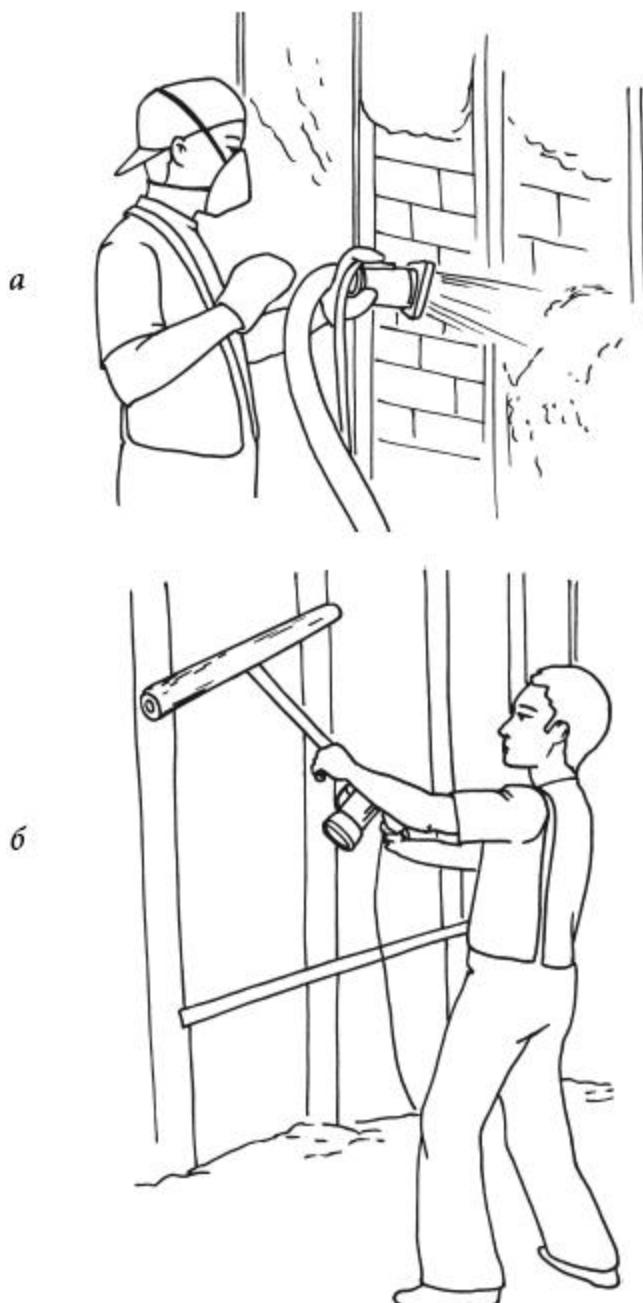

Рис. 20. Устройство теплоизоляционного слоя из эковаты: а) пневмонапыление; б) выравнивание с уплотнением
4. Подготовленную в соответствии с инструкцией смесь наносят на стену путем пневмонапыления по захваткам (полосам между стойками каркаса, рис. 20). В процессе влажного нанесения материал вырабатывает kleящее вещество, поэтому дополнительного крепления к поверхности стены не требуется. Иногда эковату не только увлажняют, но для надежности сцепления с основанием смешивают с клеевым составом перед нанесением на поверхность.